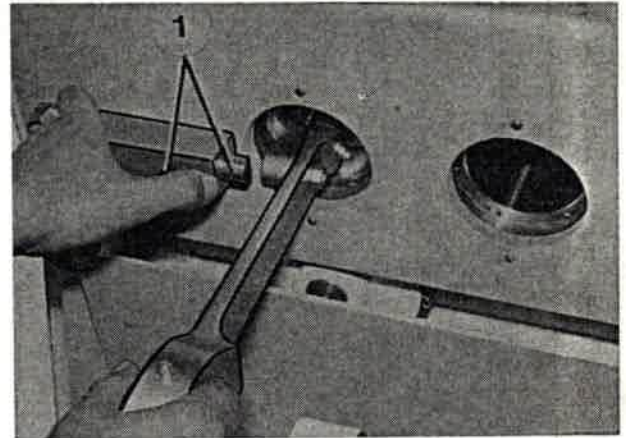

Bild 213
5. Rechten Kolben herausziehen, Sicherungsstift (Bild 213/1) ziehen und linken Kolben aus den Drehzylindern herausziehen (Bild 213).